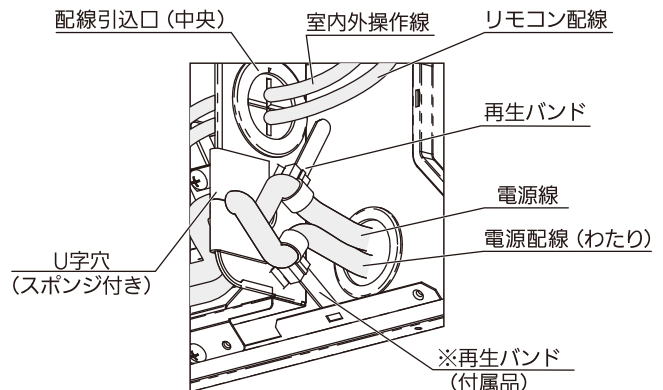

図32
- 電源線は、電装ボックス側面にある再生バンドでしっかりと固定してください。(図32)